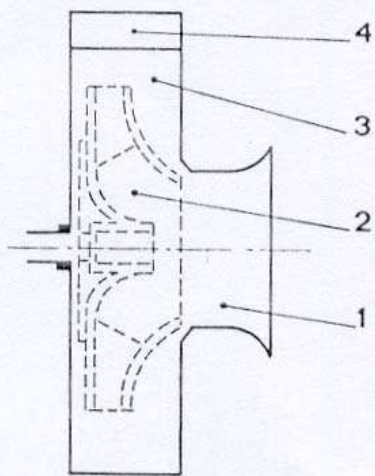
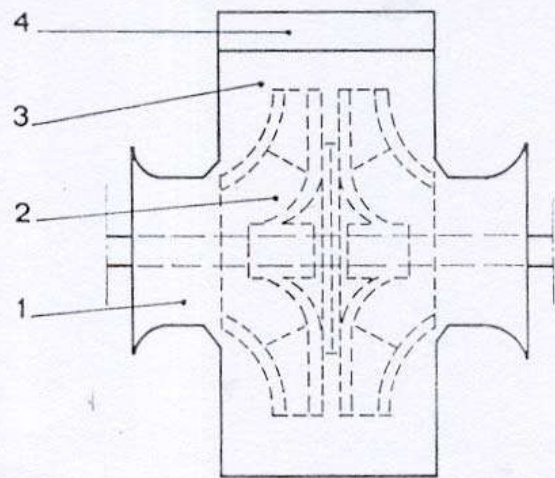

Fig. 38
Fig. 39
nous aurons donc (fig. 38) un pavillon d'aspiration (1) une roue (2) clavetée sur l'arbre d'entraînement, une volute (3) en forme de colimaçon. Les filets d'air qui se présentent à l'entrée de la roue parallèlement à l'axe de rotation s'infléchissent dans la turbine et quittent la roue dans une direction perpendiculaire à l'axe de rotation à vitesse élevée. La volute a pour rôle de faire chuter cette vitesse afin d'augmenter la pression de sortie de l'air. Pour des débits importants le ventilateur peut être à deux ouïes, l'aspiration de l'air se faisant de part et d'autre de la volute (fig. 39).